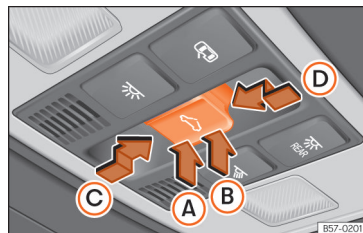

Abb. 66 Im Dachhimmel: Bedienelement für Panorama-Schiebedach.
Der Taster  (Abb. 66) hat zwei Stufen. In der ersten Stufe kann das Glasdach eingestellt sowie ganz oder teilweise geöffnet oder geschlossen werden.
- Innerhalb von etwa 5 Sekunden nach der Aktivierung des Einklemmschutzes, drücken Sie die Taste <>> **[Abb. 66]** bis zur zweiten Stufe in Pfeilrichtung **①** bis das Dach vollständig schließt.